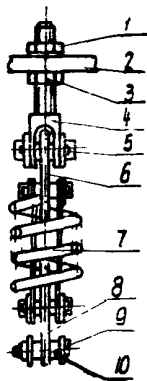

Рис.32. Пружинный буфер выключателя:
24.1. Соединить буферную пружину с рычагами вала выключателя с помощью оси 9 (предварительно смазав ее смазкой), установив между рычагами вала и пружинодержателем 8 втулки 10 согласно рис.32.
24.5. Навинтить на ушки отключающих и буферной пружины гайки 2 и 3 (см.рис.32) и установить ушки в отверстия рамы 2 согласно рис.20 и 32.
24.8. Затянуть гайки на ушке 4 (рис.32) буфера, обеспечив ход буфера согласно данным на бирке или по ранее сделанным замерам (см. операцию I5).